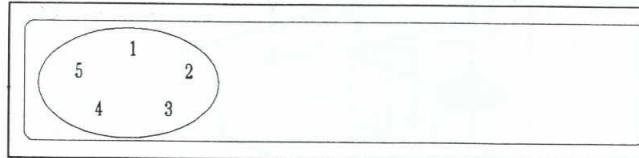

FIG. 2
D. RETIREZ L'ENSEMble SUPPORT MAGNETIQUE (507)
1. Enfoncez les cliquets de verrouillage à l'arrière (reportez-vous à la Fig. 2)
D. VERWIJDER DE MAGNETISCHE HOUDERSAMENSTELLING. (507)
1. Druk vanaf de achterzijde op de veervergrendelingen (zie Fig. 2).
1. Verwijder 5 TORX-schroeven (2 uit de bekleding van de voetjes, 2 die zich onder de bekleding van de voetjes bevinden en 1 aan de bovenzijde. (zie Fig. 2)
4. Verwijder het voorpaneel. (Fig. 2)**H. VERWIJDER DE METALEN BEUGEL.**
- *) Check display as shown in Fig. 2.